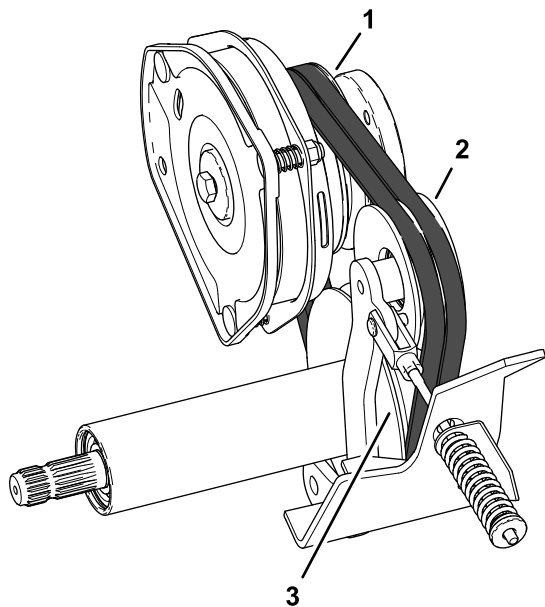

Figure 94
1. Placez les courroies de PDF sur les poulies (Figure 94).